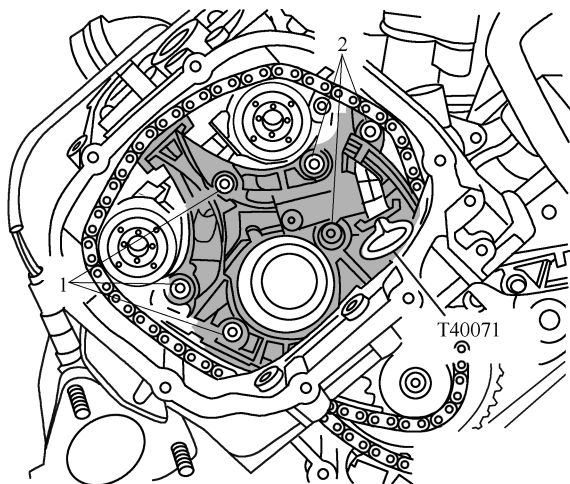

图 1-3-58 将链条张紧器安装在气缸盖左侧再装上凸轮轴正时链并拧紧螺栓
(4) 如图 1-3-58 所示, 将链条张紧器安装在气缸盖左侧再装上凸轮轴正时链并拧紧螺栓 1 和 2。